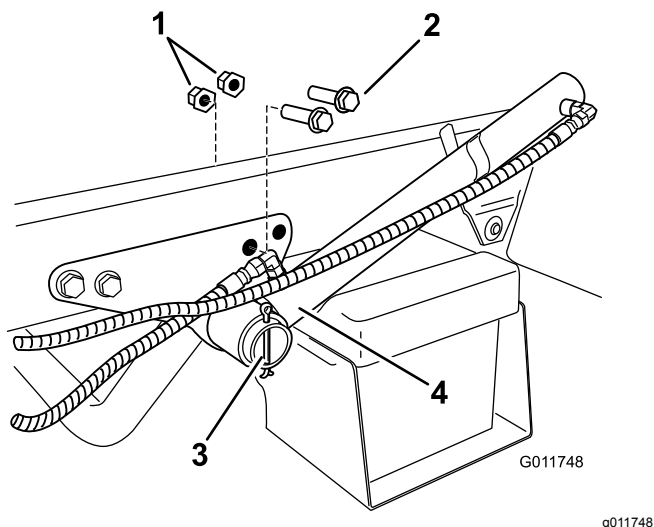

Рисунок 7
1. Найдите и отверните 2 задних болта и фланцевые гайки на кронштейне цилиндра подъема (Рисунок 7).